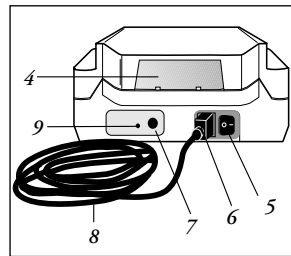

Figura 2
- Enchufe el cable apropiado según el tipo de CA de que disponga **Figura 2**.